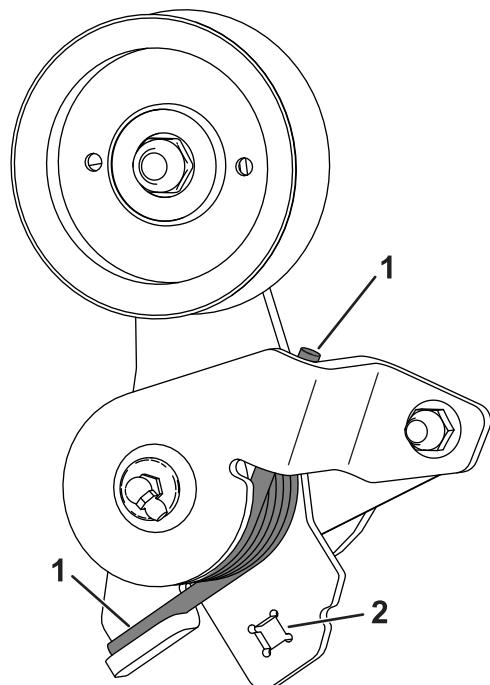

Bild 7
4. Setzen Sie die Federenden ein, wie in **Bild 7** dargestellt.
5. Verwenden Sie eine $\frac{3}{8}''$ -Ratsche am Vierkant des Spannarms, drehen Sie den Spannarm und legen Sie den Riemen um die Spannscheibe (**Bild 7**).